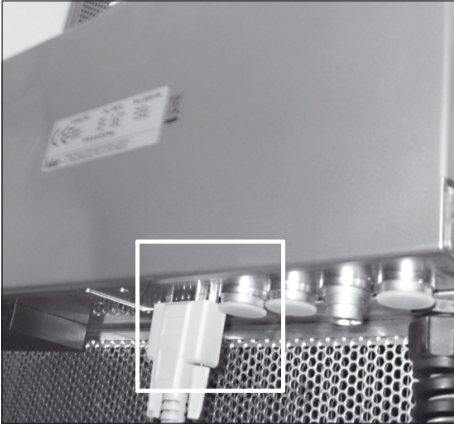

Abb. 12: Serielle Schnittstelle des Cryopilot A
- ▶ Schließen Sie, wie in Abbildung 12 dargestellt, ein Ende des Kabels, USB an Unistat, an einem USB-Anschluss des Computers und das andere Ende an der seriellen Schnittstelle unterhalb der Combox an. Die Combox befindet sich auf der Rückseite des Cryopilot A.